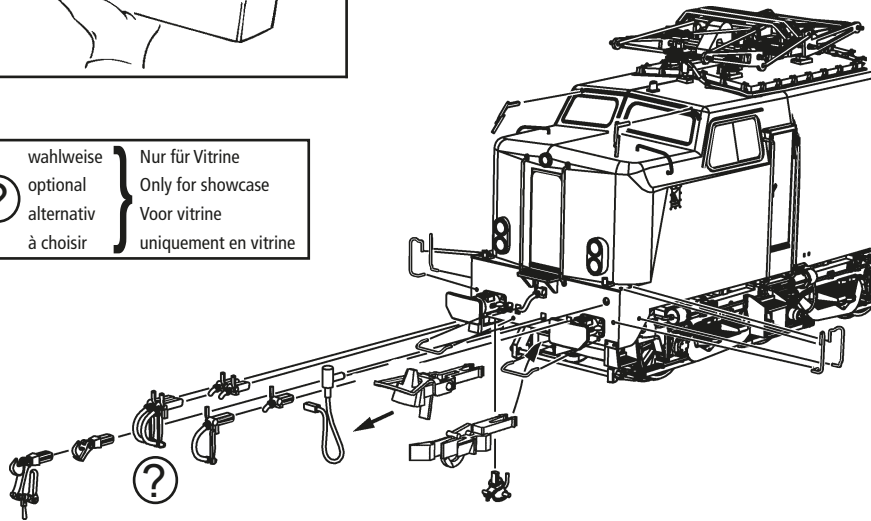

Fig. 3
**3. Haftreifenwechsel:** Zuerst den Getriebedeckel abnehmen (Fig. 3). Danach den **Radsatz** herausnehmen und die **Haftreifen** mit einer Nadel od. mit einem feinen Schraubendreher abziehen (Fig. 8). Beim Aufziehen der neuen Haftreifen darauf achten, dass diese sich nicht verdrehen.
**3. Change of traction tyre:** Remove the gear cover (fig. 3). Take out **wheel set** and remove **traction tyre** using a pin or a fine screwdriver (fig. 8). When pressing on the new traction tyre please **avoid twisting it**.
**3. Échange des bandages d'adhérence:** Démontez d'abord **le couvercle du carter des engrenages** des en-grenages (fig. 3). Délogez ensuite les essieux bandagés et enlevez, à l'aide d'une aiguille ou d'un tourne-vis fin, les bandages d'adhérence (fig. 8). Lors du montage des nouveaux bandages veuillez veiller à ce que les bandages **ne soient pas tor-dués**.